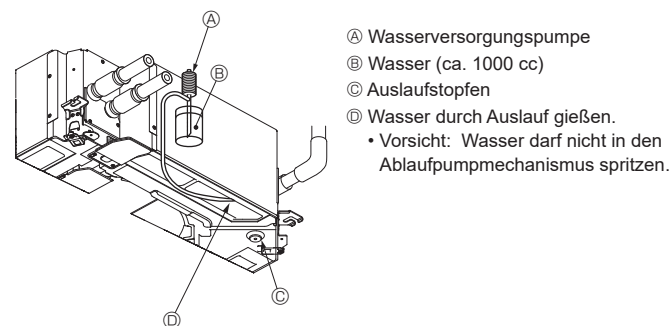

Fig. 7-6
7.4. Kontrolle der Entleerung (Fig. 7-6)